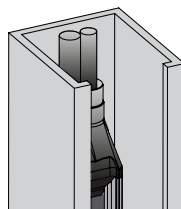

Figura 7: GridScan/Pro con door blanking (impostazione di fabbrica)
- ▶ Montare la barriera del ricevitore nello scorrimento della guida accanto alla centralina della porta (Figura 7).